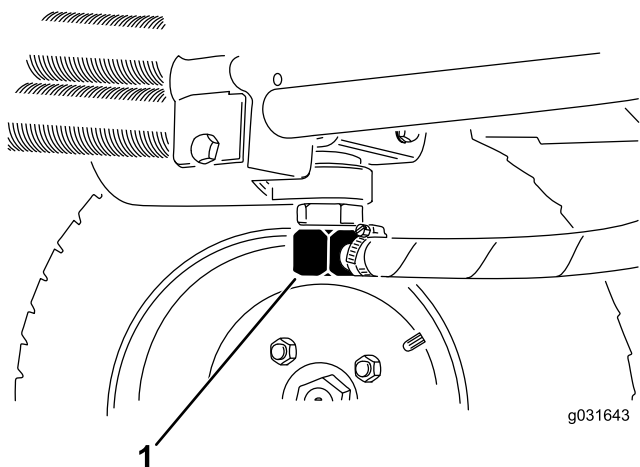
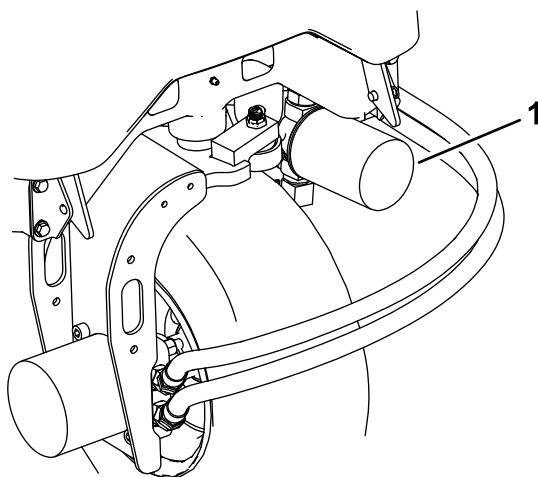

Figura 64
Figura 66
2. Desconecte el tubo hidráulico o retire el filtro hidráulico y deje fluir el aceite hidráulico en un recipiente apropiado (Figura 66 y Figura 64).
3. Vuelva a colocar el tubo cuando el aceite hidráulico se haya drenado (Figura 64).
3. Limpie alrededor de la zona de montaje del filtro, coloque un recipiente debajo del filtro y retire el filtro (Figura 66).